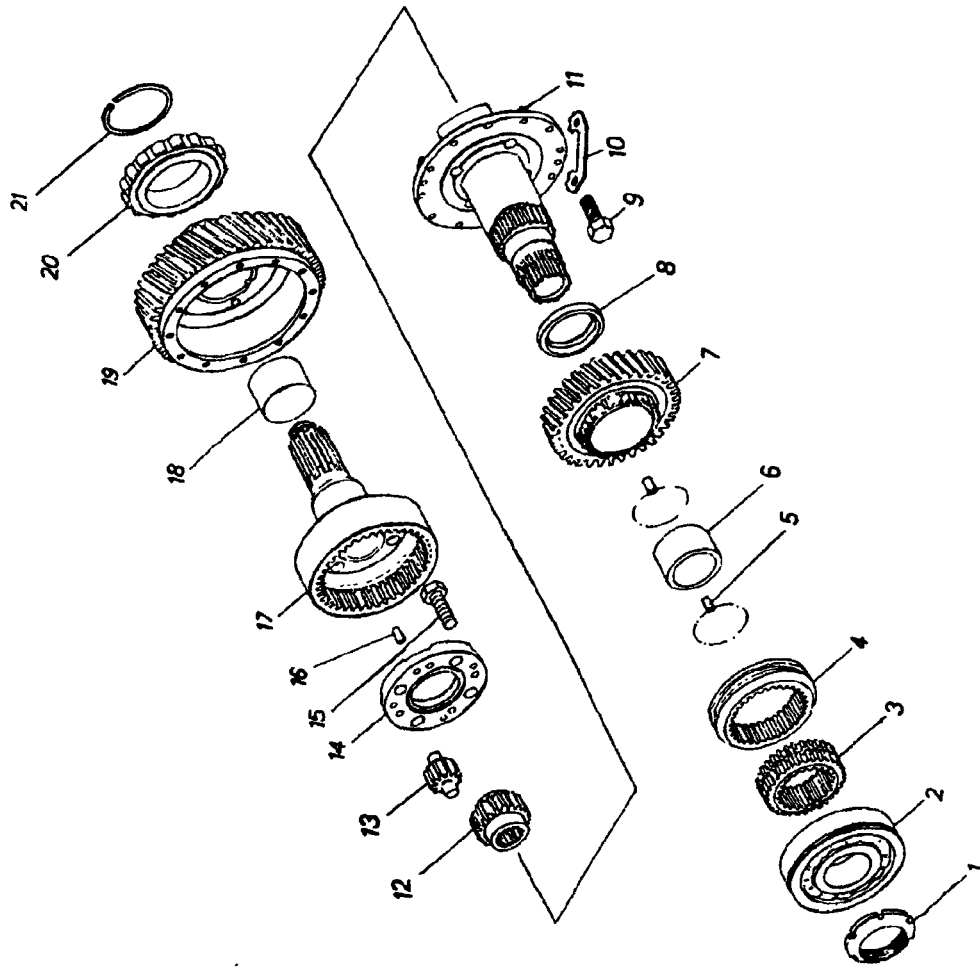
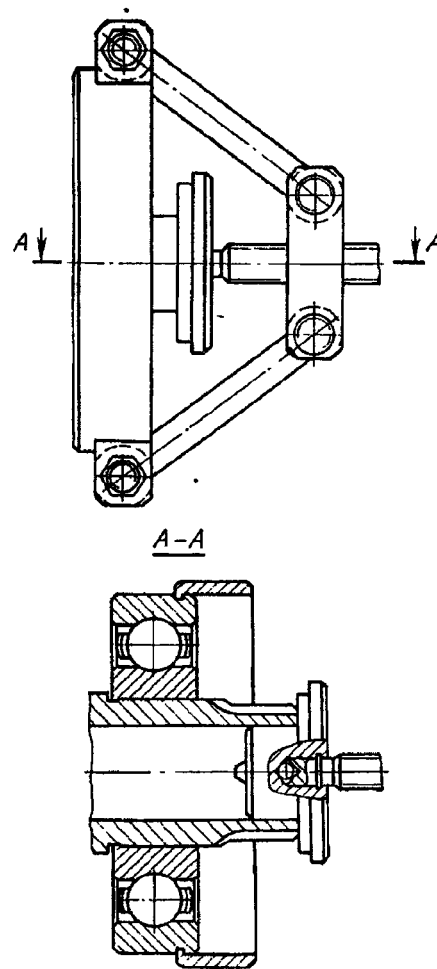
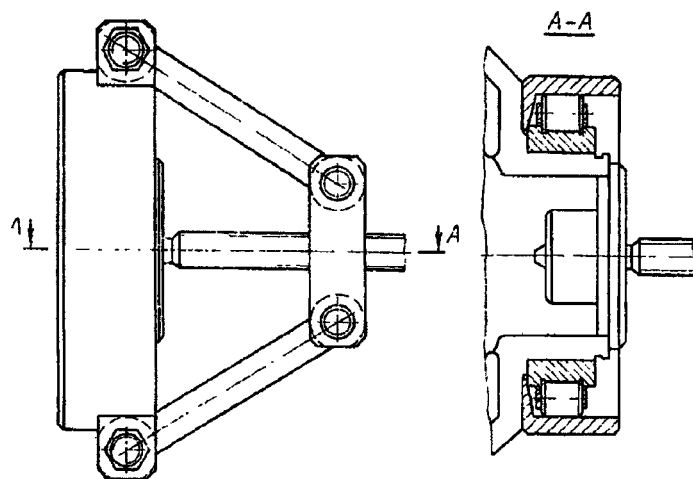

Рис. 166. Дифференциал раздаточной коробки:
Рис. 167. Снятие подшипника обоймы дифференциала
Рис. 168. Снятие внутреннего кольца роликоподшипника зубчатого колеса низшей передачи привода заднего моста
32. Спрессуйте с вала зубчатое колесо 4 постоянного зацепления с кареткой 5 33. Снимите с зубчатого колеса 4 каретку 5 включения первой передачи 34. Установите дифференциал на верстак. Зажмите в тисках, раскерните и отверните гайку 1 (рис. 166) 35. Съёмником (рис. 167) снимите с передней обоймы 11 (см. рис. 166) шарикоподшипник 2 36. Снимите каретку 4 и шлицевую втулку 3 37. Снимите зубчатое колесо 7 повышающей передачи с роликами 5, распорной втулкой 6, опорную шайбу 8. Отогните усики пластин 10 стопорных болтов 9 38. Выверните болты 9, снимите стопорную пластину 10 39. Снимите зубчатое колесо 19 понижающей передачи с втулкой 18	Пресс, оправка — Тиски, молоток, зубило, спецключ Съёмник — Молоток, оправка, отвертка
40. Снимите упорное кольцо 21, съёмником (рис. 168) снимите внутреннее кольцо 20 (см. рис. 166) роликоподшипника 41. Снимите зубчатое колесо 17 привода заднего моста	Ключ 17 мм Молоток, оправка, ключ 17 мм Съёмник, спецпассатижи И801.23.000-01 —
<p>75. Установите в переднюю обойму 11 (см. рис. 166) дифференциала зубчатое колесо 12 привода переднего моста и четыре сателлита 13 дифференциала.</p>	<p>Молоток, оправка, кисть, посуда для масла</p>